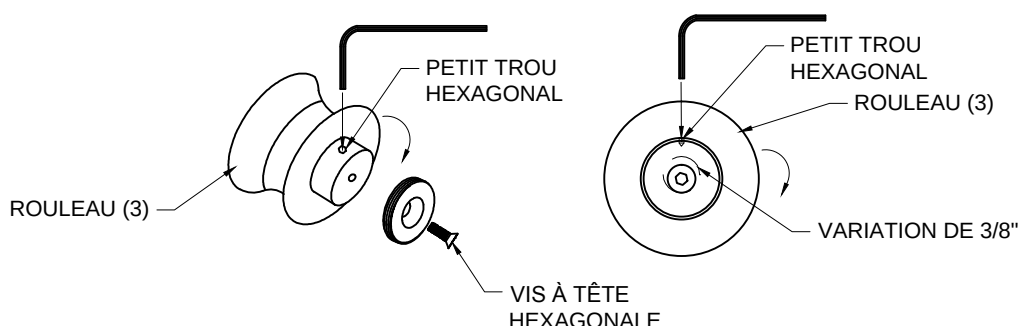

FIG. 1
1. Desserrez la vis à tête hexagonale pour permettre un mouvement. Puis, placez la clé à six pans dans l'orifice hexagonal comme indiqué et faites-la rouler vers la droite ou vers la gauche pour procéder au réglage. [Cf. FIG. 1]